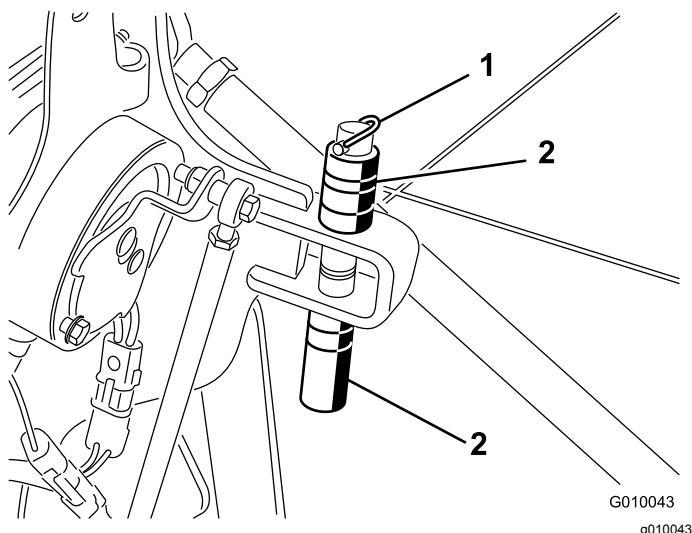

Bild 22
2. Entfernen Sie den Klappstecker, mit dem die Distanzstücke und die Tiefenstifte befestigt sind (Bild 22).